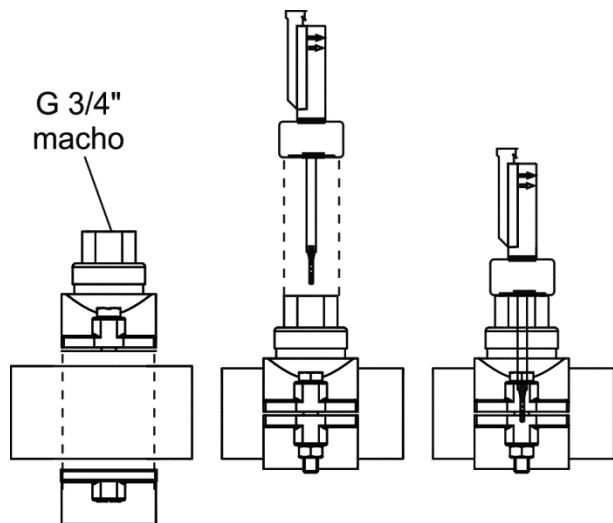

Fig. 7a
1. Instalar verticalmente el detector de flujo FS-1 (interruptor de flujo) suministrado con la unidad usando un collarín de rosca macho de 3/4" (Fig. 7a).